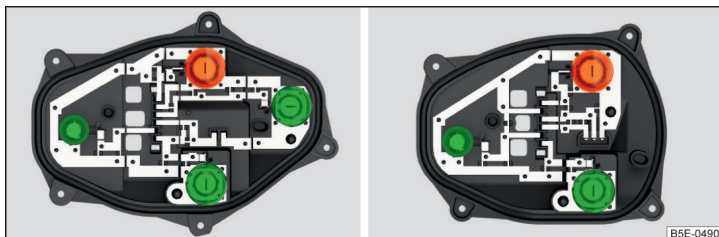

Fig. 252 Partie intérieure de l'ampoule : ampoule principale / ampoule à DEL
- Tournez l'ampoule » fig. 252 jusqu'en butée en sens **inverse des aiguilles d'une montre** et retirez-la de la douille.